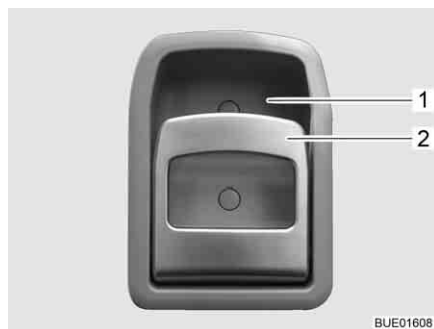

Bild 68 Dörrlås ingångsdörr, insida
- Öppna:** ■ Drag i handtaget (Bild 68,2). Dörrlåset låses upp respektive öppnas.
- Låsa:** ■ Tryck handtagets (Bild 68,2) övre del i riktning mot greppkåpan (Bild 68,1). Dörrlåset låses.